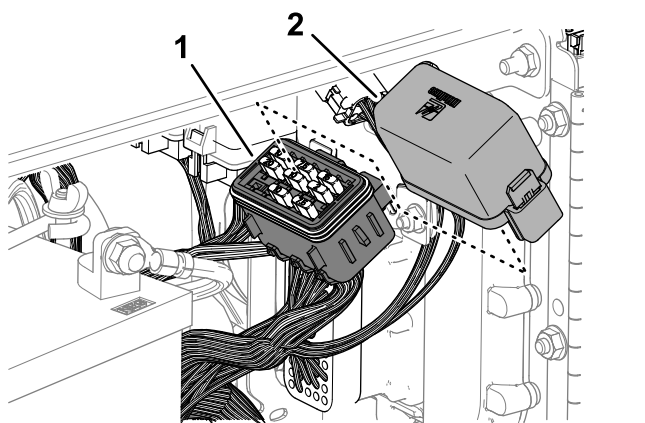

Figura 161
2. Rimuovete il coperchio dal portafusibili (Figura 161).